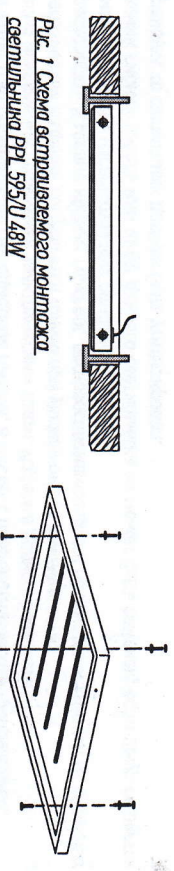
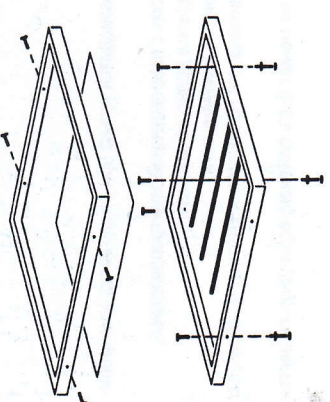

Рис. 1 Схема встраиваемого монтажа светильника PPL 595/U 48W
Рис. 2 Схема накладного монтажа светильника PPL 595/U 48W
1.7 Светильник – универсальный, предназначен для монтажа как в стандартные потолки типа «Армстронг» (см. рис. 1), так и на любые ровные поверхности накладным способом (см. рис. 2).